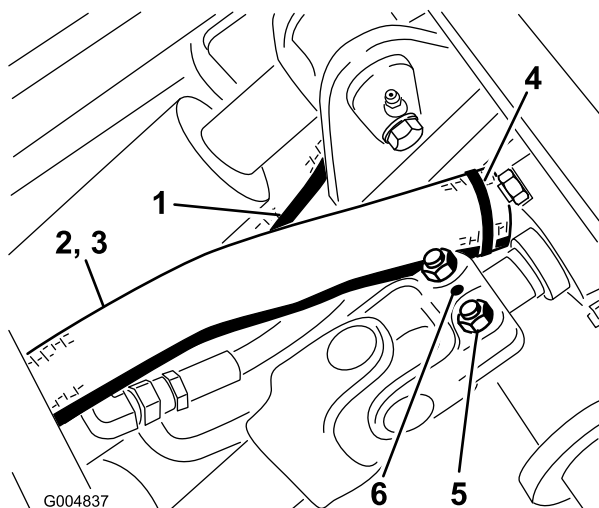

Figure 37
6. Accouplez l'arbre d'entraînement à l'arbre de boîte d'engrenages dans le châssis d'hiver et serrez les boulons (5/16 pouce) à un couple de 20 à 25 Nm (175 à 225 lb-po). Posez la goupille cylindrique (Figure 37).